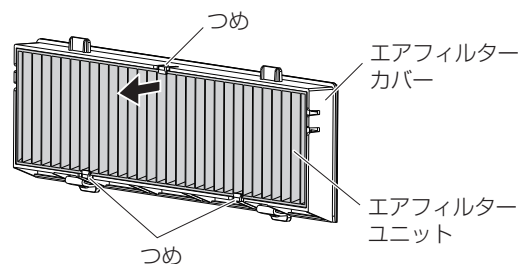

図 2
- エアフィルターユニットは3か所のつまみで固定されています。その内の1か所をつまみ、エアフィルターカバーから取り出してください。(図 2)